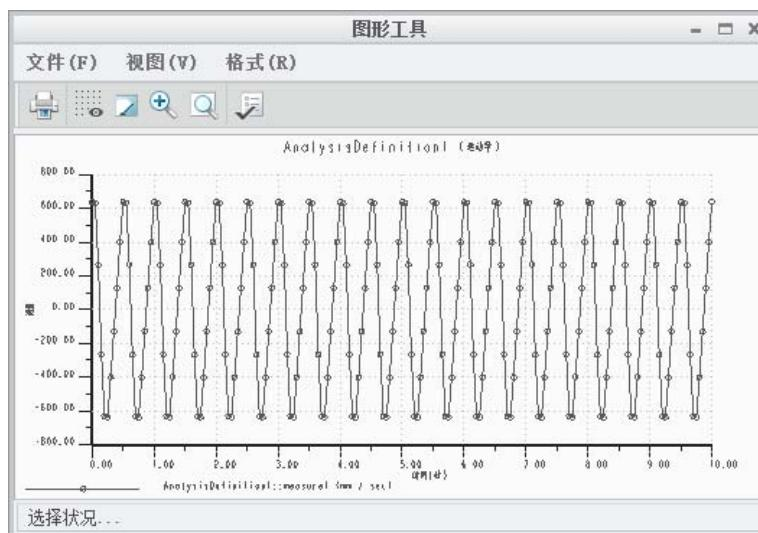

图 9.3.38 “图形工具”对话框
- (3) 选取测量名称。在“测量结果”对话框的列表中选择 `measure1`。
- (4) 选取运动结果。在“测量结果”对话框的“结果集”中选择 `AnalysisDefinition1`。
- (5) 绘制测量图形。在“测量结果”对话框的顶部单击 按钮，系统便开始测量，并绘制测量的结果图，如图 9.3.38 所示。该图反映在运动学分析 `AnalysisDefinition1` 中，活塞的速度与时间的关系。